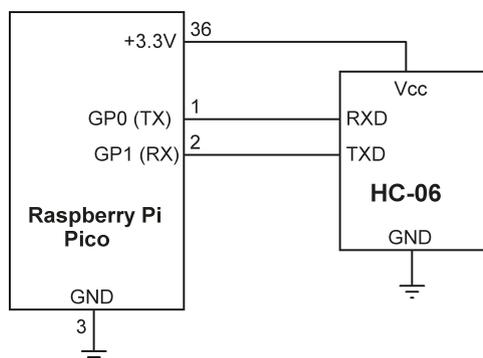

Рис.10.9: Принципиальная схема проекта.
Принципиальная схема: На рис. 10.9 показана принципиальная схема проекта. Контакты RXD и TXD модуля Bluetooth подключены к контактам UART 0 GP0 (TX) и GP1 (RX) Raspberry Pi Pico W соответственно.